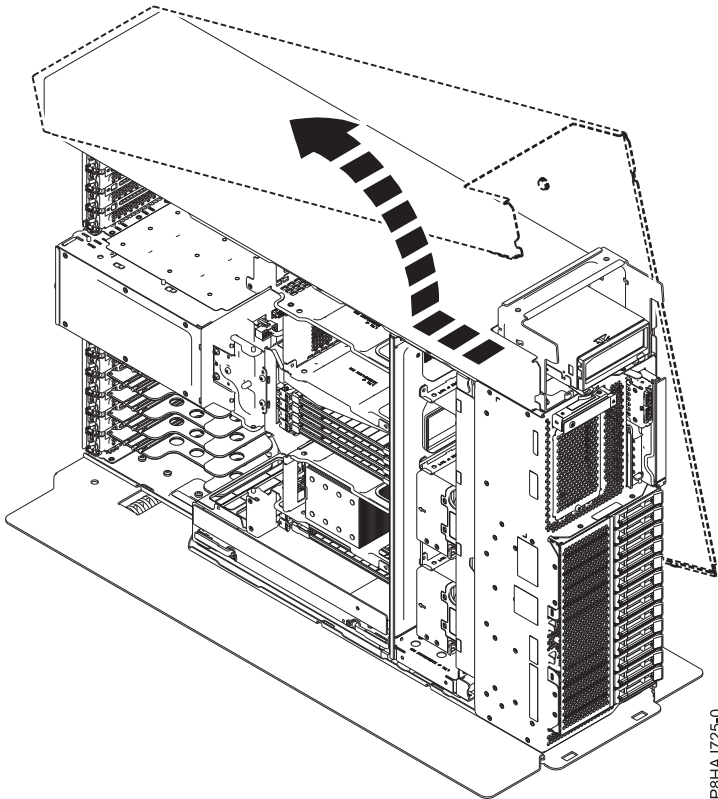

Figura 174. Extracción de la cubierta lateral del sistema 8286-41A
5. Deslice la cubierta lateral sacándola del sistema en la dirección que se muestra en la Figura 174.